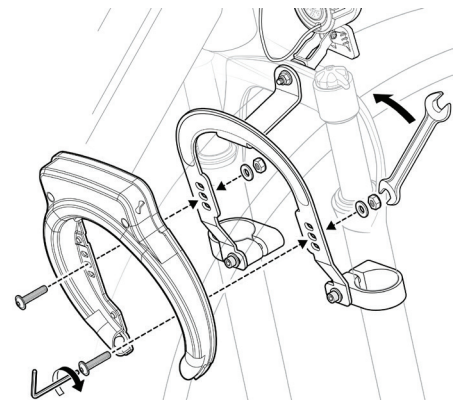

Figure 3 Installation de l'antivol de cadre pour pneu large.
- Positionner l'antivol de cadre pour roue à pneu large contre le support d'antivol de manière à ce que les points de montage du milieu soient alignés (voir figure 3). Si le pneu est plus grand et que plus d'espace est nécessaire, il est possible d'utiliser une position de montage différente selon les besoins. S'assurer que l'antivol de cadre repose à plat contre le support d'antivol.